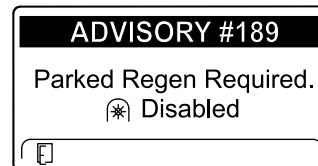

Figura 42
- Dacă nu efectuai o regenerare în stare de parcare în decurs de 2 ore, InfoCenter afiează regenerarea în stare de parcare necesară - priză de putere dezactivată ADVISORY #189 (recomandarea nr. 189 (Figura 42)).